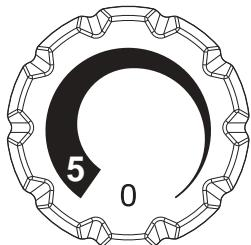

Rys. 8
Na tabliczce znamionowej podano maksymalne ilości produktów spożywczych, które mogą być zamrażane (patrz Rys. 8).
(Rysunek 8)
- Aby w lodówce nie gromadziła się woda, utrzymywać przewód odpływy (Rys. 8) w czystości.